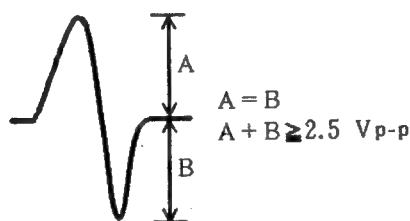

Figura 8
3. Contemplando la pantalla del osciloscopio, presione la tecla PGM y observe durante un momento la forma de onda de la figura 8. Verifique si la amplitud es de 2,5 Vp-p por lo menos y si la amplitud de las partes positiva y negativa son iguales. Como la forma de onda solamente sale durante un momento cuando se presiona la tecla PGM, presione una y otra vez esta tecla hasta que logre comprobar la forma de onda.